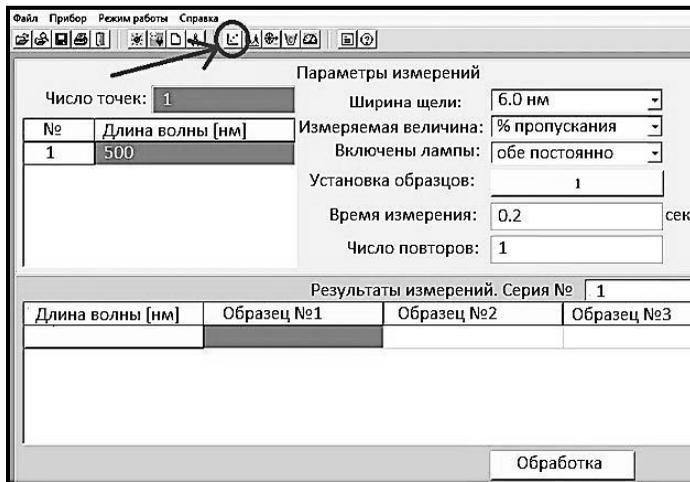
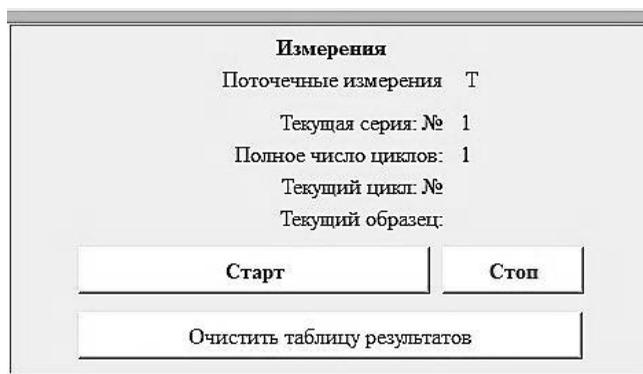

Рис. 4.
Рис. 5.
2. В открывшемся окне переключить прибор в «Поточечный режим» (рис. 4).
4. В части «Измерения» (рис. 5) нажать кнопку «Старт». В таблице «Результаты измерений» (рис. 4) в столбце «Образец №1» будет отображаться процент пропускания света через данный образец.